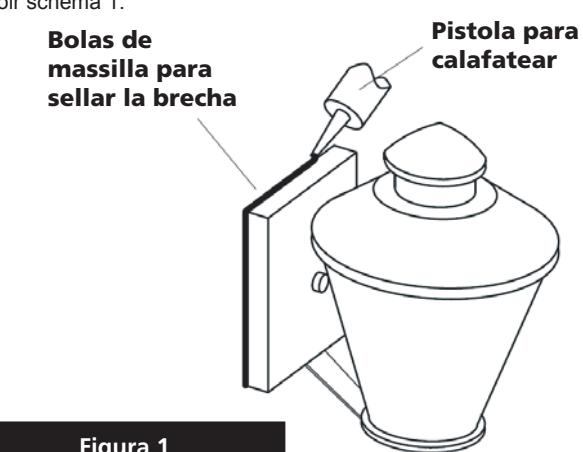

Figura 1
1. Para montar aparato, deslice el orificio central del disco (**E**) sobre el tubo roscado (**C**) y mantenga fijo en la posición – **Véase la Figura 1**.
1. Conecte el cable de alimentación positivo (A) (normalmente negro o la cara lisa, sin marcas del cable de dos conductores) de plomo accesorio positivo (B) con un giro de tamaño adecuado en el conector – **Véase la Figura 1 y 2**.
2. Conecte el cable de alimentación negativa (C) (por lo general de color blanco o el lado marcado estriado del cable de dos conductores) de plomo accesorio negativo (D).
Para conectar a tierra en un sistema eléctrico de 3 hilos, fije el cable de tierra del artefacto (E) (generalmente de cobre o verde recubierto de plástico) a la brida de montaje accesorio (M) con el tornillo de tierra (S) – **Véase la Figura 1**. Nota : En las correas de accesorios compatibles tornillos, primero instale los dos tornillos de montaje de la correa. Cualquier agujero roscado restante puede ser utilizado para el tornillo de tierra.